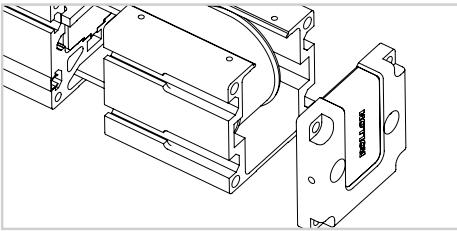

图 11
- 11) 将怠速顶与型材分离，并将皮带轮卸下（图 11）。